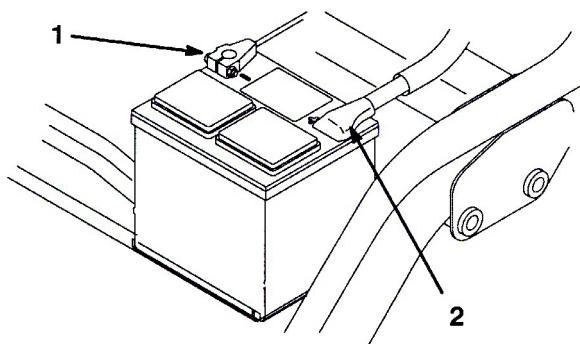

図6
7. まず、赤い(+)ケーブルをバッテリーの(+)端子に取り付け、次に黒いケーブル(−)はバッテリーの(−)端子に取り付け、キャップスクリュとナットで固定する(図6)。ショート防止のために(+)端子にゴムキャップをかぶせる。